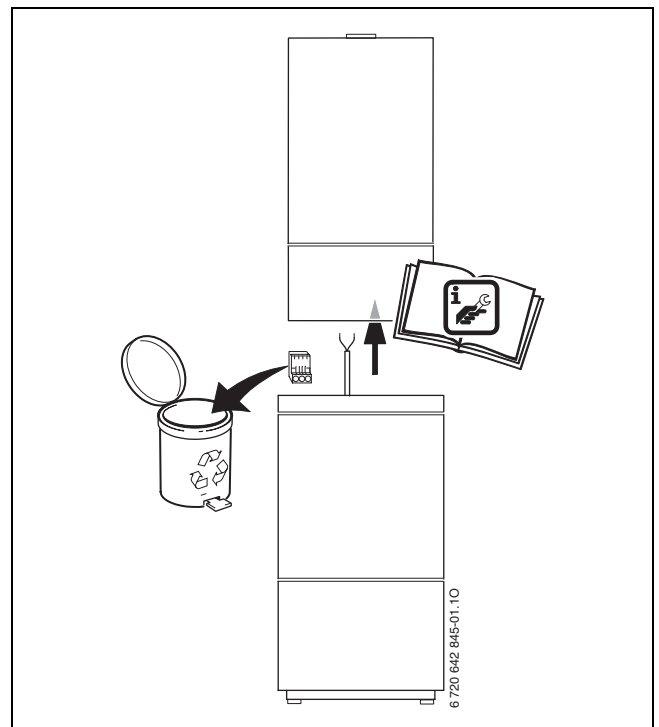

Рис. 6 Удаление штекера
- ▶ Отсоедините штекер датчика температуры бака (→ рис. 6).